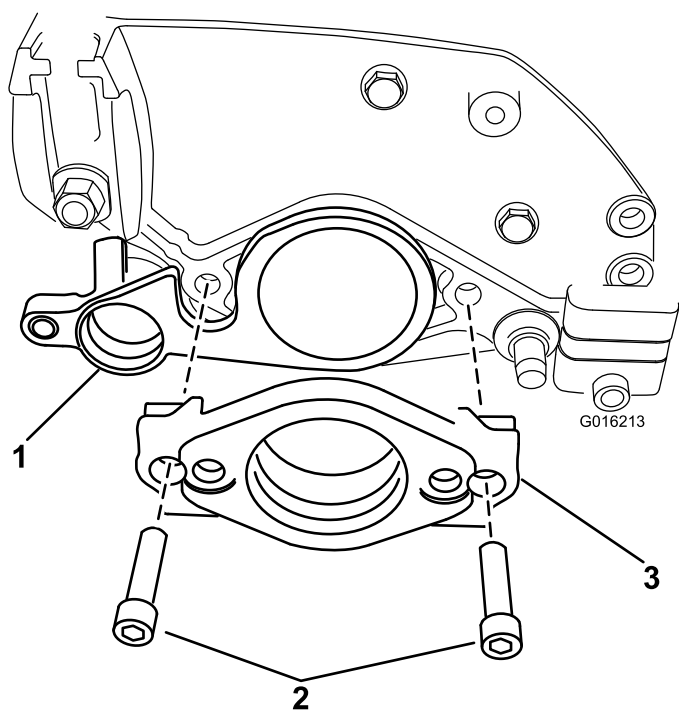

Figura 7
17. Insira a outra extremidade do eixo do rastelo no suporte do rolamento da placa lateral do lado esquerdo (Figura 7).
18. Insira a montagem do motor na placa lateral. Prenda a montagem do motor e placa lateral na extremidade esquerda da unidade de corte com 2 parafusos de cabeça sextavada e porcas previamente removidos (Figura 7).